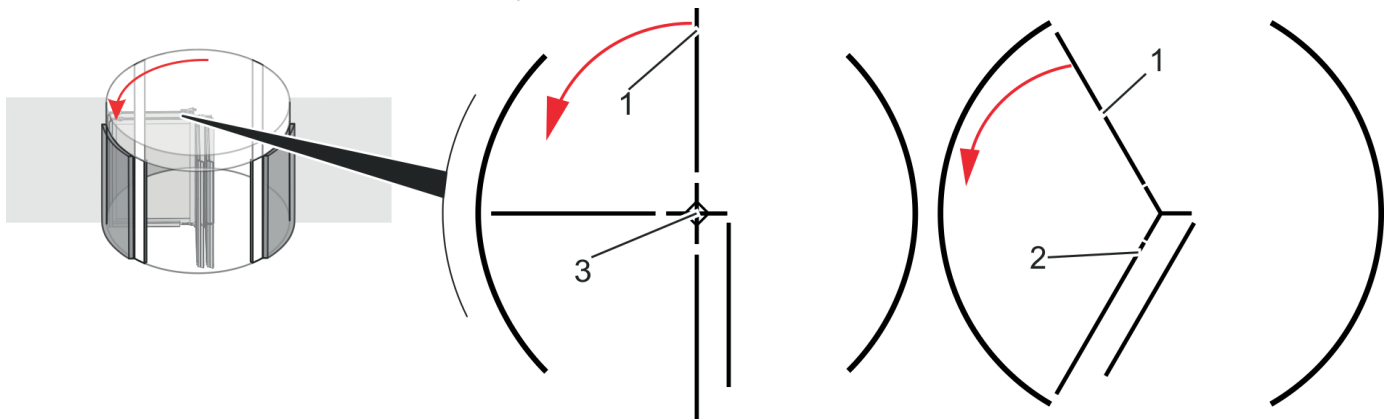

Рис. 15 Раздвижение следующего дверного полотна
5. Раздвиньте ближайшее дверное полотно (Рис. 15/1),
зафиксировав нижнее дверное полотно (Рис. 15/2)
6. Толкните и прижмите дверное полотно (Рис. 15/1).